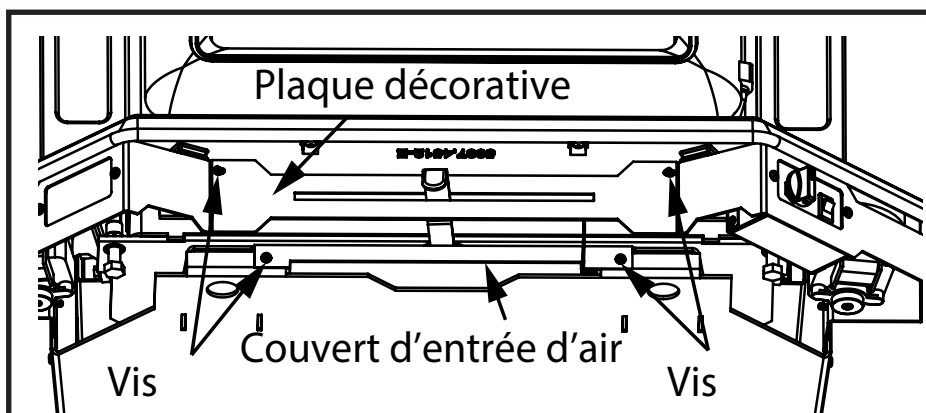

Figure 8:
2. Air ambiant : Retirer les deux vis de la plaque décorative du centre sous la bordure du cendrier. Retirer les vis qui retiennent le couvert d'entrée d'air dans le fond de l'appareil et disposer du couvert. Replacer la plaque décorative et fixer à l'aide des deux vis (Figure 8). De cette façon, l'air de combustion proviendra de l'intérieur de la pièce depuis le devant de l'appareil.